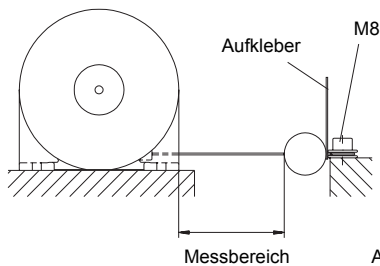

Abb. 2
- Seilende mit z.B. einer Schraube M8 befestigen (Abb. 2).
Beim Seilaustritt darf das Seil nicht lose zurückschnellen, da es sich auf der Seiltrommel im Gehäuse korrekt aufwickeln muss. Das Seil muss immer, durch die Federkraft, gespannt sein. Der am Seilende hängende Aufkleber ist am Seilbefestigungsort sichtbar anzubringen (Abb. 2).